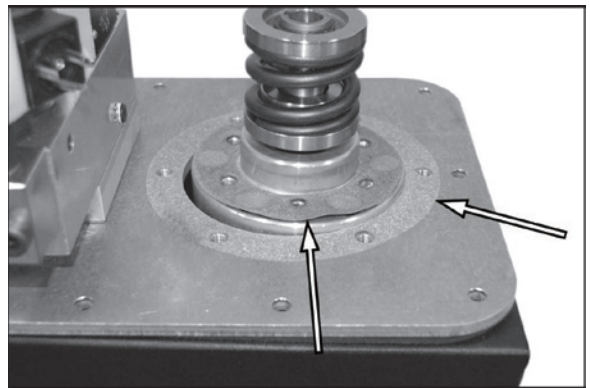

Figura 34.
3. Vedere la Figura 34. Rimuovere la guarnizione e pulirne le superfici.